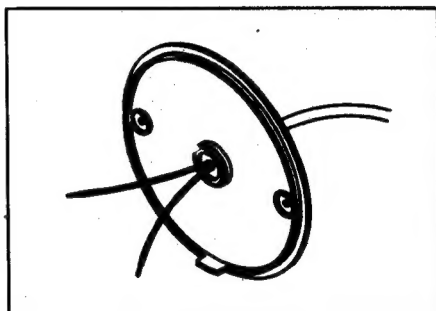

fig. 4
2. Boor het gat voor de aansluitdraad met een 16mm boor dwars door de muur heen; dit dient te gebeuren ter hoogte van de rubberen draadinvoer in de muurplaat van de ASL-80B (fig. 4).